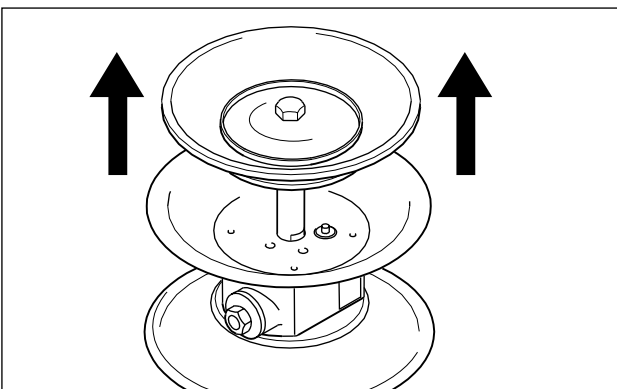

Fig. 11: Estrazione dell'asta dello stantuffo.
- Estrarre l'asta dello stantuffo con il secondo diaframma dal blocco centrale e smontare il secondo diaframma come descritto precedentemente (Fig. 11).
- Estrarre l'asta dello stantuffo con il secondo diaframma dal blocco centrale e smontare il secondo diaframma (Fig. 11).